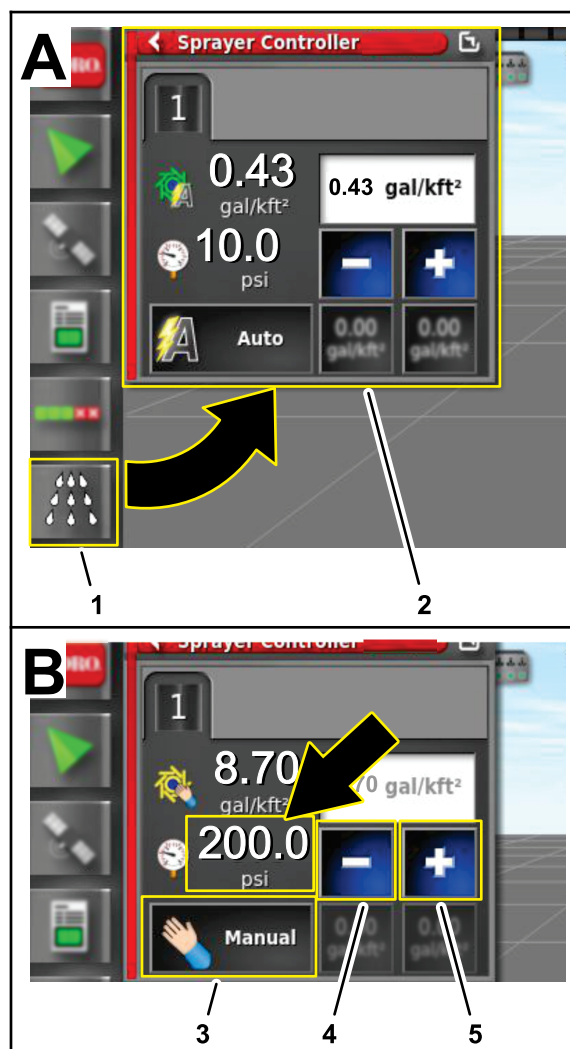

Figure 239
4. Sur la console de commande GeoLink, appuyez sur l'icône CONTRÔLEUR DE DÉBIT DE PULVÉRISATION (Figure 239).
5. Dans la boîte de dialogue du contrôleur de débit de pulvérisation, appuyez sur l'icône MODE DE COMMANDE DE DÉBIT jusqu'à ce que le mode manuel s'affiche (Figure 239).
6. Utilisez l'icône de réduction (-) ou d'augmentation (+) pour régler la pression du système de pulvérisation (Figure 239) à 13,75 bar.